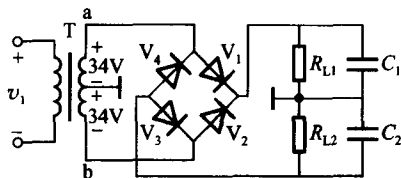

图 1-8
(1) 图 1-8 所示电路中: ①当变压器二次电压为正半周(a+、b-)时, 哪两个二极管导通? 负半周(a-、b+)时, 哪两个二极管导通? ②请在图中标出 R_{L1} 、 R_{L2} 两端的电压极性; ③空载(R_{L1} 和 R_{L2} 开路)时, 电容 C_1 和 C_2 上的直流电压各为多少伏? ④ R_{L1} 和 R_{L2} 接入电路后输出电压均为多少伏? ⑤二极管承受的反向最大电压为多少伏?